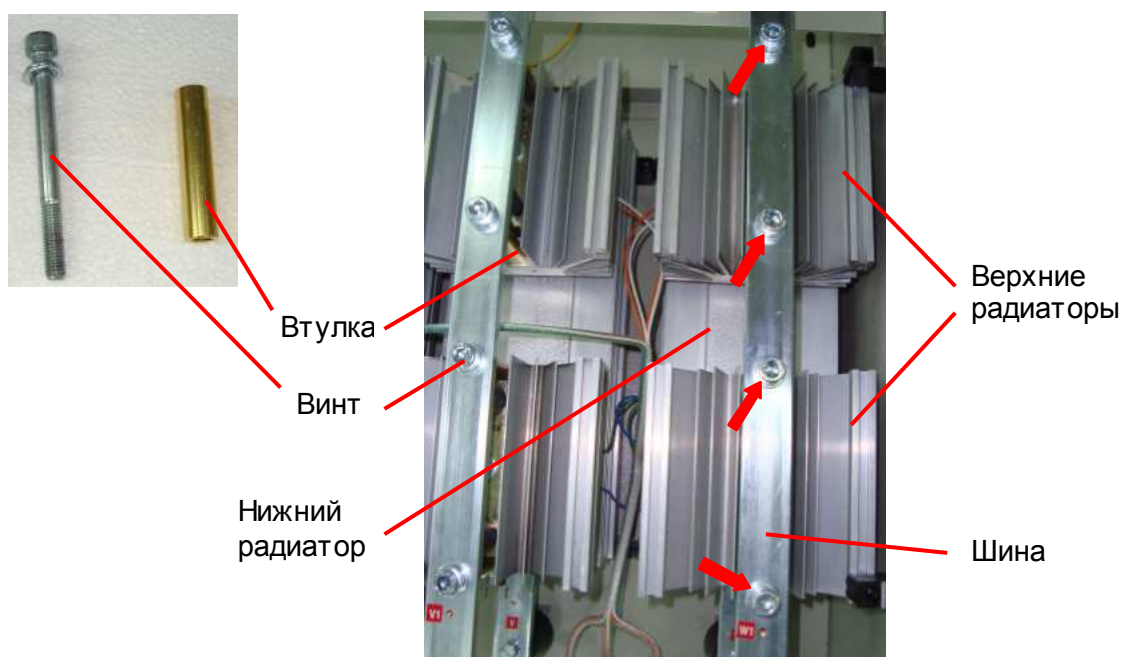

Рис. 6.23
6.13.7.2. Открутить четыре винта (рис. 6.23, красные стрелки), вынуть их из шины и положить их в тару.
6.13.7.4. Снять четыре втулки (показаны на рис. 6.23 на примере фазы L2).